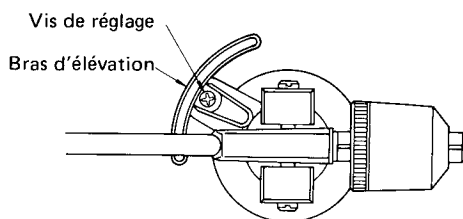

Fig. 2
2. Conserver l'ensemble des organes dans cette position, tourner la vis de réglage (Fig. 2) pour que l'écartement entre l'extrémité de la pointe de lecture et la surface du disque corresponde approximativement à 6mm; tourner la vis dans le sens horaire opposé pour relever la position de l'extrémité de la pointe de lecture et agir dans le sens horaire pour l'abaisser.